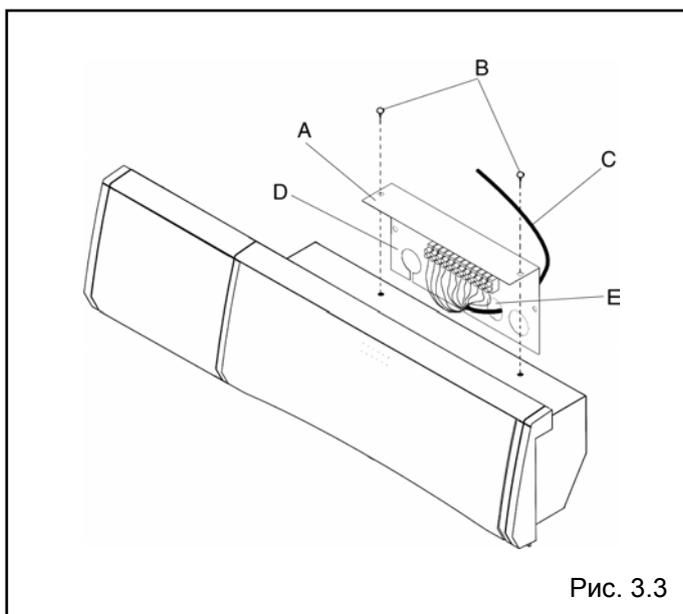

Рис. 3.3
- отвинтите винты В, которые крепят крышку клеммной колодки А к корпусу панели управления бойлера (рис. 3.3);
- присоедините 5-жильный кабель С (минимальное сечение $0,75 \text{ мм}^2$) к клеммной колодке D панели управления (рис. 3.3), проведя его за котлом и продев в одно из отверстий Е, имеющихся на крышке А;